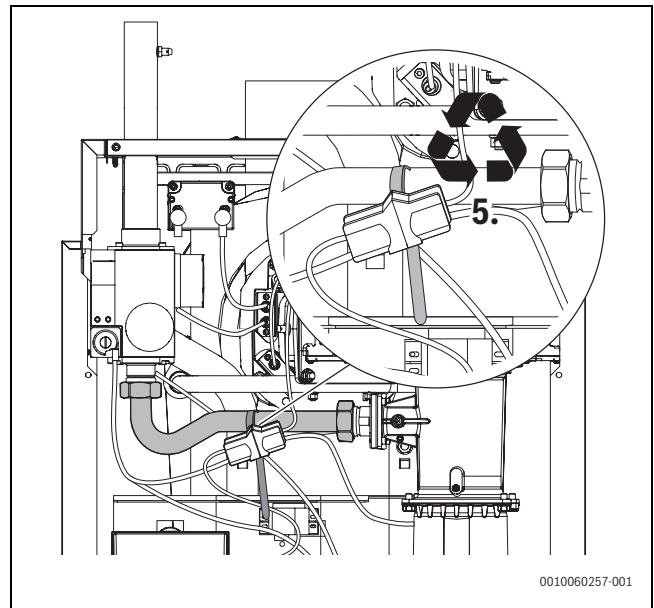

Fig. 10 Montering af kabelbinderne og sikring af stikkene
- ▶ Monter kabelbinderne, og sikr stikkene (→fig. 10, [5]).